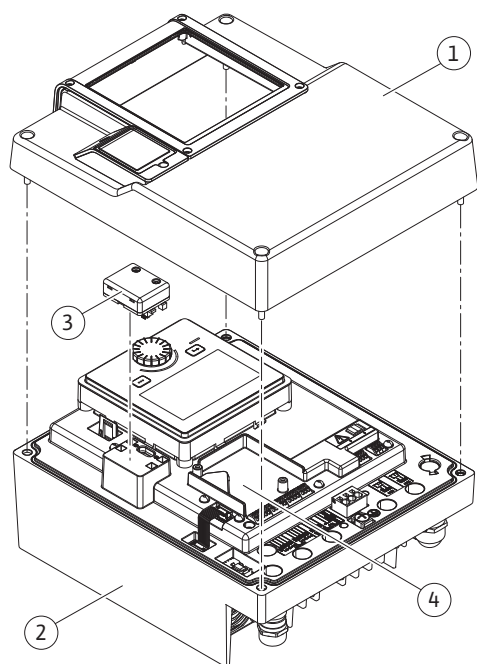
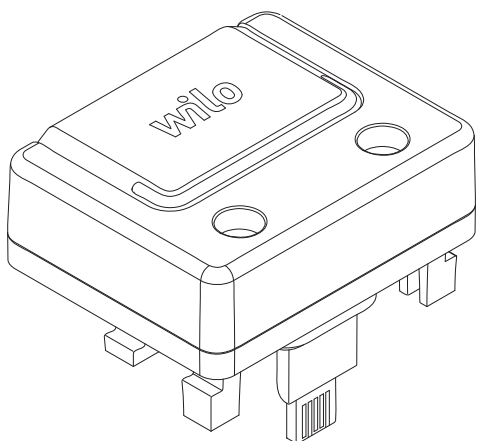

Fig. 25: Modul electronic
Fig. 26: Modul Wilo-Smart Connect BT
Interfața Bluetooth (Fig. 25, Poz. 3) a modului Wilo-Smart Connect BT (Fig. 26) este utilizată pentru conectarea la dispozitive mobile, precum telefoane smartphone și tablete. Cu ajutorul aplicației Wilo-Smart Connect, pompa poate fi utilizată și reglată, iar datele pompei pot fi citite. Pentru setări, a se vedea capitolul „Punerea în funcțiune”.
3. Conectați modulul Wilo-Smart Connect BT la interfața prevăzută. A se vedea Fig. 25, Poz. 3.
Modulele CIF (accesorii) servesc la comunicarea dintre pompe și sistemul de management al clădirii. Modulele CIF sunt conectate la modulul electronic (Fig. 25, Poz. 4)